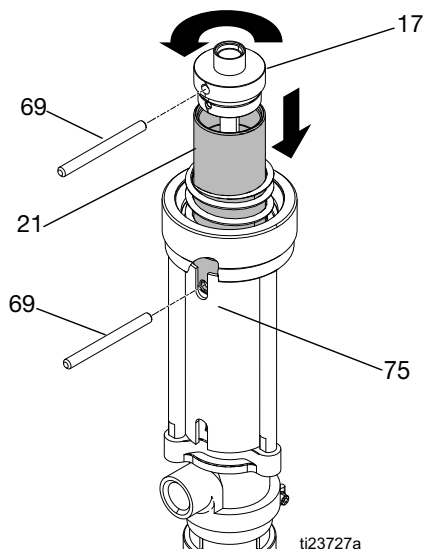

Рис. 13
5. Совместите паз кожуха (75) с отверстием поршня и установите штифт (69) в отверстие поршня для фиксации поршня. Воспользуйтесь вторым штифтом (69), чтобы отвинтить крышку поршня (17) и отделить ее от поршня (21), открыв доступ к установочному штифту (19). См. Рис. 13.